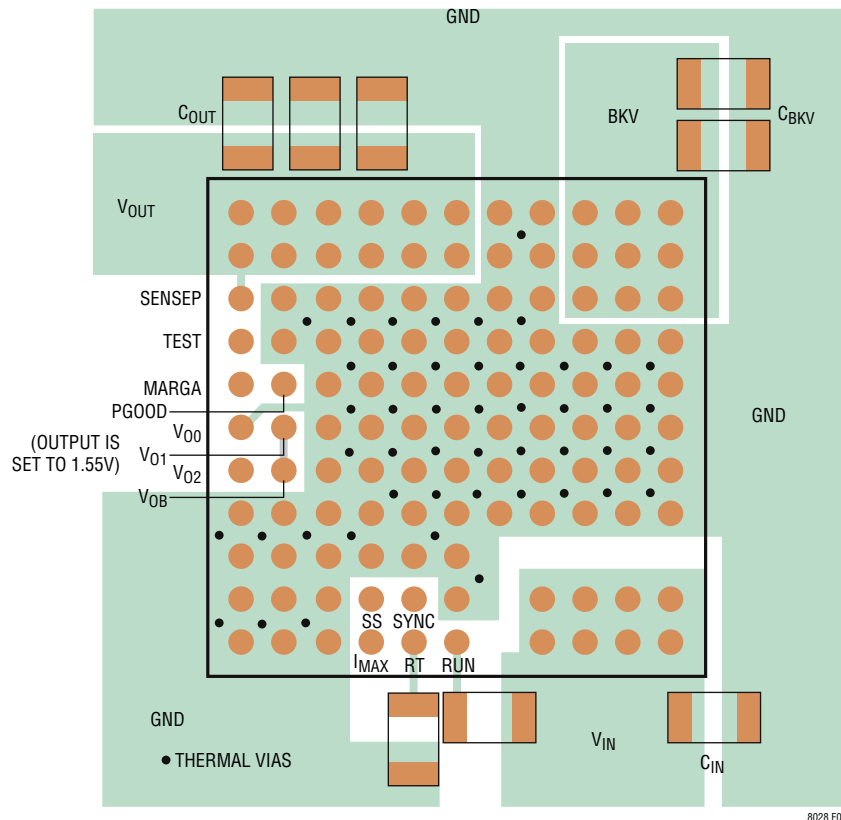

图 4：布局示出了建议使用的外部组件、GND 平面和热过孔
作性能。图 4 示出了一款建议的布局。应确保接地和散热方式是可以接受的。
6. 采用过孔将 GND 铜面积与电路板的内部接地平面相连。可大量地排布这些 GND 过孔以提供良好的接地连线以及至印刷电路板内部接地平面的散热通路。请留意图 4 中的热过孔的位置和密度。LTM8028 可得益于在这些位置上连接至内部 GND 平面的过孔所提供的散热作用，因为它们接近内部功率处理组件。热过孔的最佳数目取决于印刷电路板的设计。比如：一块电路板可能会使用非常小的过孔，那么它所采用的过孔数目应该多于使用较大过孔的电路板。